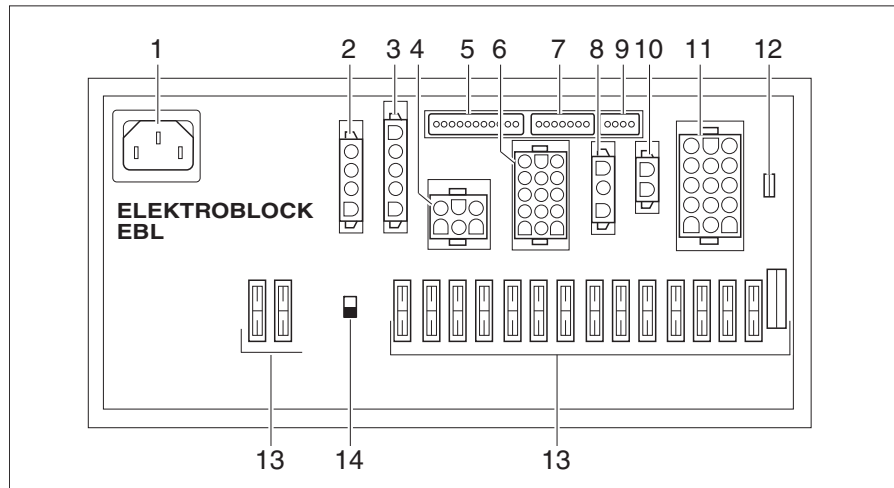

Fig. 264 Bloc électrique (EBL 102)
Selon le modèle, le bloc électrique (Fig. 264) présente dans la console du siège est monté sous le siège conducteur ou dans la zone du garage ou de la dinette bar (Globeline).
- ▷ L'interrupteur-séparateur de batterie (Fig. 264,14) coupe du réseau 12 V tous les consommateurs raccordés au bloc électrique.